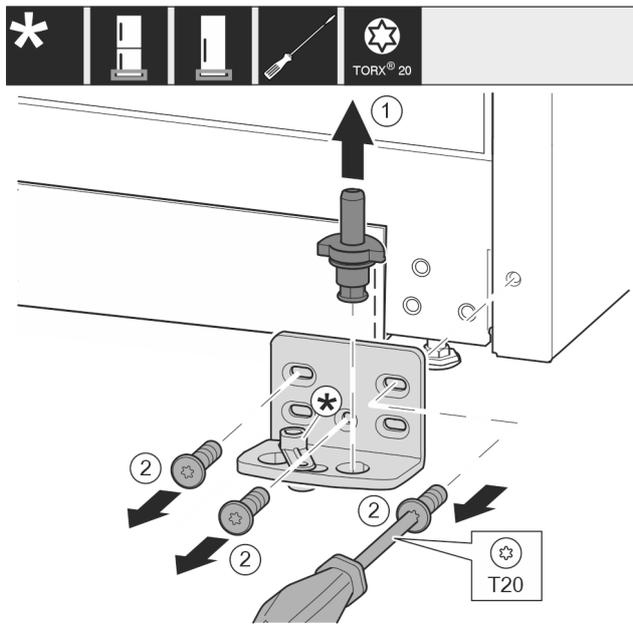

Fig. 13
- ▶ Extraiga el perno del cojinete Fig. 13 (1) por completo hacia arriba.
- ▶ Desatornille los tornillos Fig. 13 (2) con un destornillador y retire el soporte del cojinete.